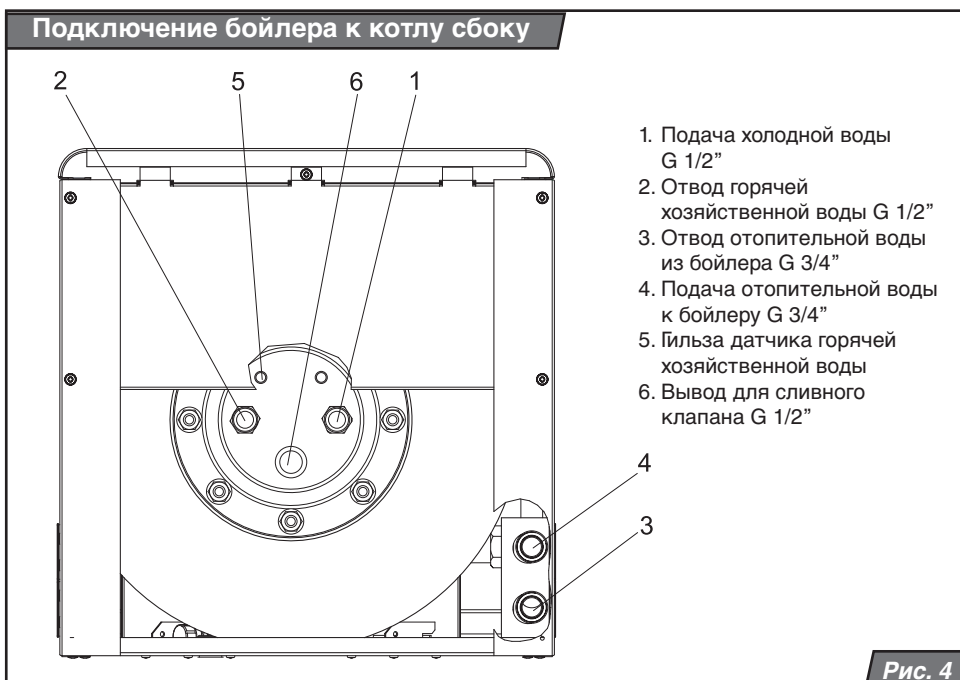

Рис. 4
В комплект оснащения бойлера входит сливной клапан, устанавливаемый на фланец выхода из накопительного бака (рис. 4 позиция 6). В верхней части накопительного бака, под передней панелью, находится отверстие, которое необходимо закрыть 1/2" пробкой, находящейся в том же комплекте.
8. К выводу из котла ОВ, предназначенной для нагрева накопительного бака (вторая концовка слева, если смотреть на котел прямо), наденьте бронированный шланг и подключите его к выводу для подачи ОВ в накопительный бак – см. рис. 4 (поз. 4).
9. Вывод ОВ из накопительного бака – см. рис. 4 (поз. 3) соедините с помощью второго бронированного шланга с концевкой ввода в котел ОВ для нагрева накопительного бака (четвертая слева, если смотреть на котел прямо).
10. На ввод холодной воды – см. рис. 4 (поз. 1) в накопительный бак установите предохранительный клапан с обратной заслонкой и запорный клапан. Соедините его с подачей холодной воды.
11. Соедините вывод горячей воды из накопительного бака – см. рис. 4 (поз. 2) с разводами ГВС.